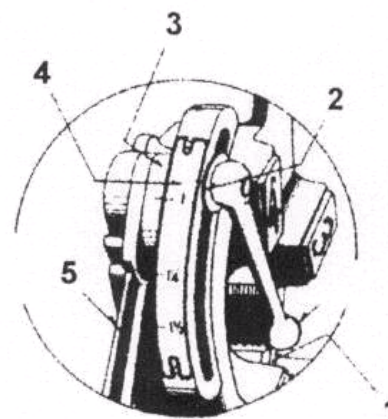

рис.12
- б) Откройте фиксирующую рукоятку (поз. 1, рис. 12) и установите нужный размер резьбы по шкале. Регулирующая рукоятка (поз. 5, рис. 12) остается при этом закрытой.
- д) После нарезки резьбы нужной длины перевести регулирующую рукоятку (поз. 5, рис. 12) при включенном электродвигателе назад, чтобы произошло раскрытие резьбонарезной плашки.